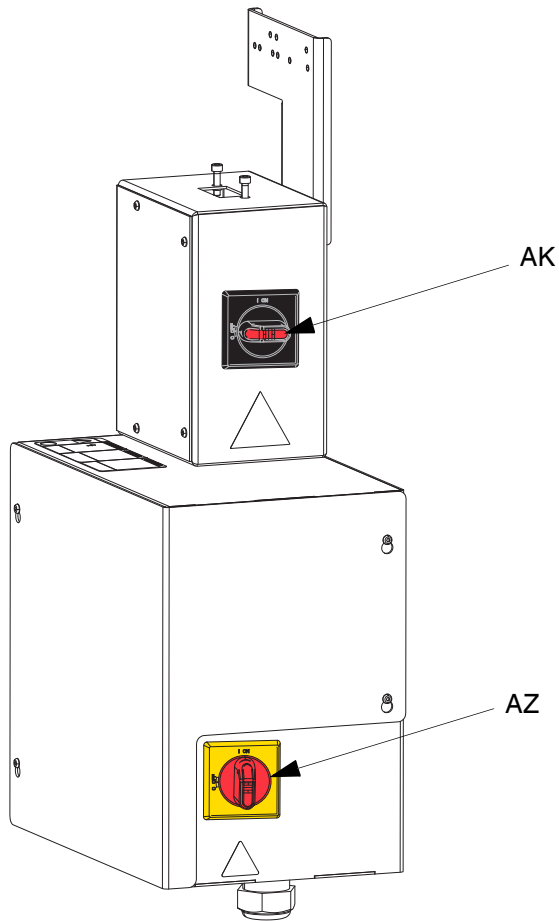

ABB. 30. Leistungstrenner
1. Die Stromversorgung des elektrischen Antriebs (AB) ausschalten:
- a. Den schwarzen Schalter des Stromanschlusskastens (AK) ausschalten. Siehe **ABB. 30**.
- b. Bei Verwendung eines Tandem-Ram-Zufuhrsystems den schwarzen Trennschalter (AZ) nur an der Ram-Zufuhreinheit ausschalten, die einen Fasswechsel benötigt. Siehe **ABB. 30**.